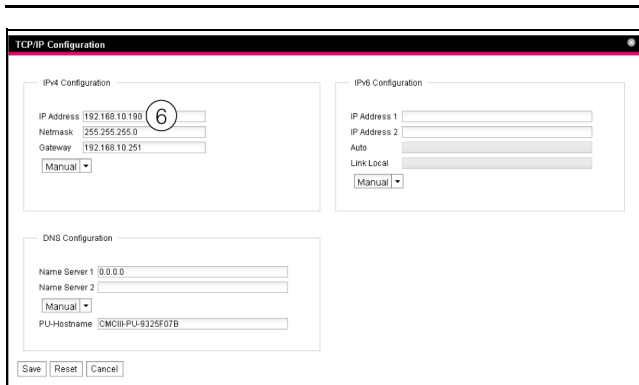

Imagen 14: Adaptación de los ajustes TCP/IP
- Modifique en la ventana **TCP/IP Configuration** en el marco de grupo **IPv4 Configuration** la dirección IP del aparato por una dirección permitida en la red (imagen 14, pos. 6).